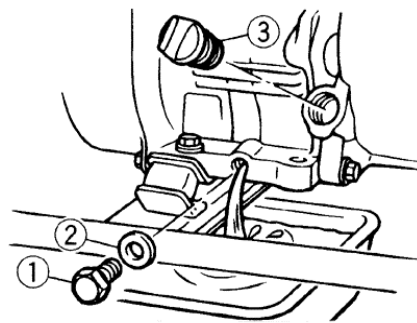

Рис. 4
- Очистите поверхность около сливной пробки (1) (См. Рис.4).
- Отверните сливную пробку (1) (См. Рис.4) и слейте масло.
- Залейте новое масло до верхнего уровня. (3) (См. Рис.4).